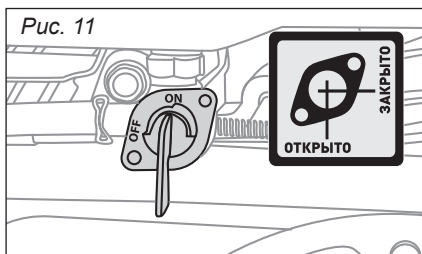

Рис. 11
- Поверните топливный кран в положение «ОТКРЫТО» (рис. 11).